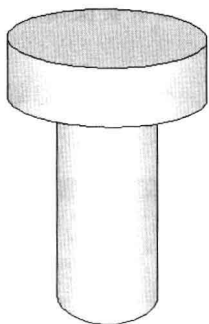

图 5-1-15
(5) 单击“添加:拾取点”按钮,在椭圆下面单击,按Enter键,单击“确定”按钮,以填充渐变颜色。用同样的方法在其他区域填充渐变色效果,如图5-1-15所示。